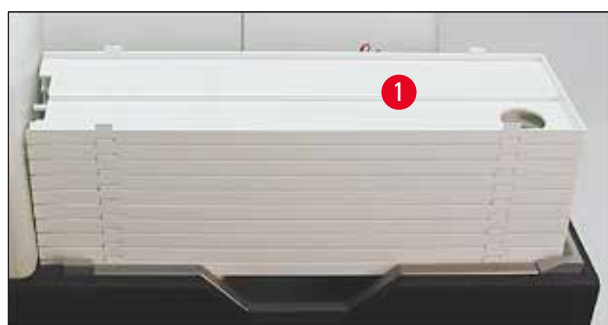

Рис. 43
1. Разместите стопку поддонов (→ "Рис. 43-1") на подъемном столе станции разгрузки (→ "Рис. 43").